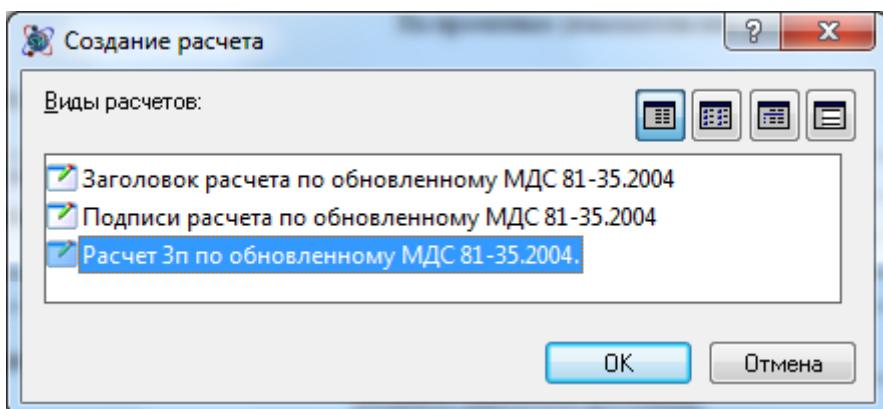

Рис. 8.16 Диалоговое окно Создание расчета
3. В открывшемся диалоговом окне *Создание расчета* (рис. 8.16) выбрать Расчет Зп и нажать на кнопку OK.